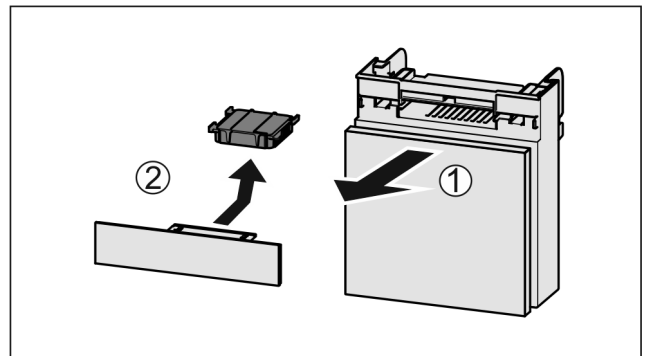

Fig. 110
- ▶ Fach nach vorne herausziehen Fig. 110 (1).
- ▶ Aktivkohlefilter entnehmen Fig. 110 (2).